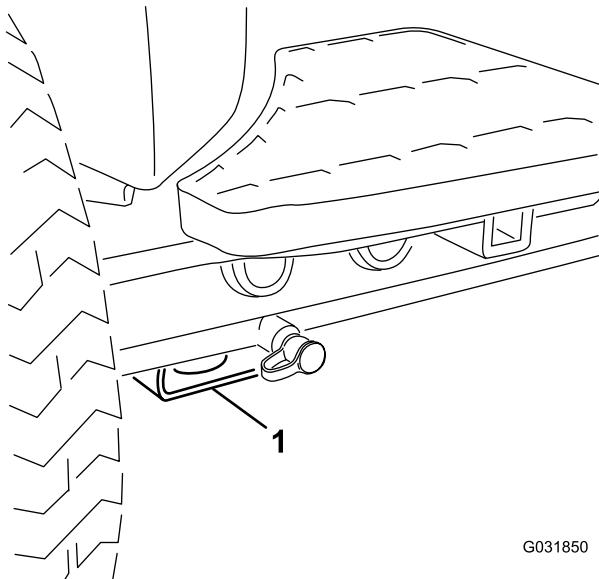

Figura 28
- **Dianteira da máquina** – pastilha retangular, por baixo do tubo do eixo, dentro de cada pneu dianteiro (Figura 28).